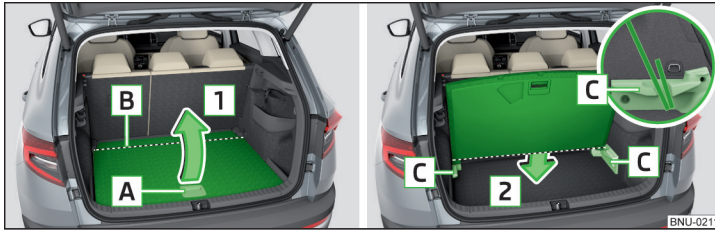

Abb. 156 Parkstellung des variablen Ladebodens
- Den variablen Ladeboden am Griff **A** in Pfeilrichtung **1** anheben. Der variable Ladeboden wird im Bereich **B** „geknickt“ » Abb. 156.